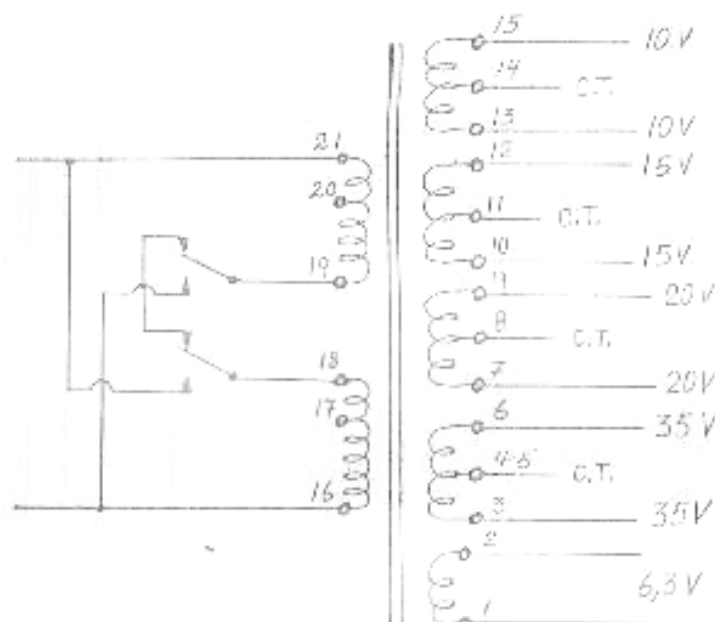

Fig. 3.3
A fig. 3.3 é um diagrama do transformador da fonte de alimentação, com a chave de adaptação para entrada de 110 ou 220 V.
O esquema da fig. 3.3 mostra as tensões (AC) que devem ser encontradas nos terminais do secundário.